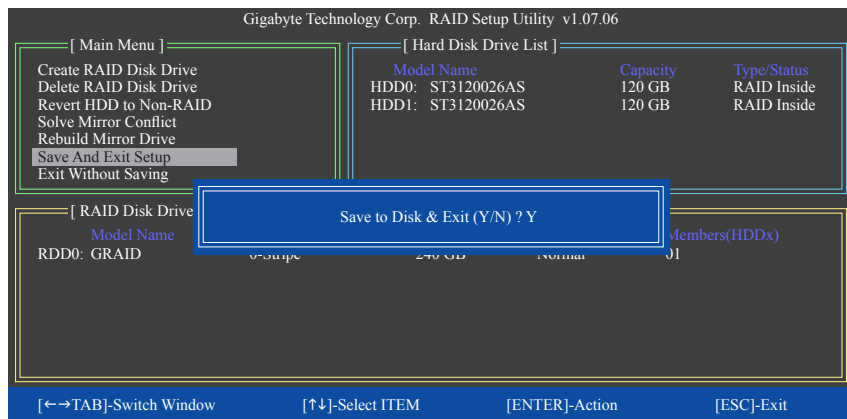

図 10
7. **Save and Exit Setup:** RAID アレイを構成した後、メイン画面で **Save And Exit Setup** 項目を選択し、設定を保存してから RAID BIOS ユティリティを終了し、<Y> を押します (図 10)。